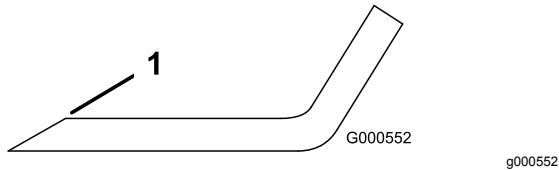

Figure 116
1. Au moyen d'une lime, aiguissez les tranchants à chaque bout de la lame (Figure 116).
Remarque: Si la lame est déséquilibrée, limez un peu l'extrémité de l'ailette seulement (Figure 116).